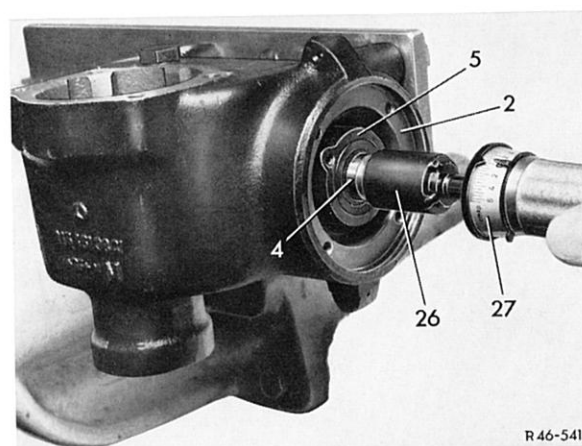

Bild 46–18/9
2 Sechskantmutter (14) von der Einstellschraube (13) abschrauben (Bild 46–18/7).
3 Nach dem Entfernen der Sechskantschrauben Gehäusedeckel (12) vom Lenkgehäuse (8) abheben, dabei gleichzeitig Einstellschraube (13) aus dem Gehäusedeckel herausschrauben, da diese mit der Lenkwelle verbunden ist. Lenkwelle (7) aus dem Lenkgehäuse herausnehmen (Bild 46–18/7).
4 Einsatz (26) auf die Kerbverzahnung der Lenkschnecke (4) aufstecken (Bild 46–18/9) und mit dem Drehmomentschlüssel das Drehmoment messen, das zum Drehen der Lenkschnecke notwendig ist (Drehmoment siehe Arb.-Nr. 46–0).